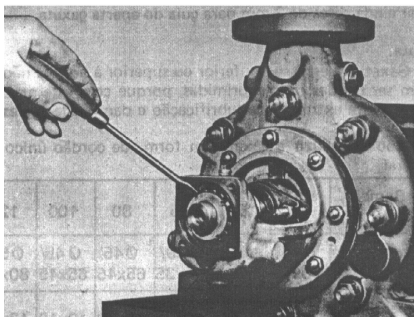

Fig. 2
- Soltar a lingüeta da chapa de segurança que trava a Bucha de Fixação do Rolamento, usando um pino ou a ponta de uma chave de fenda. (Vide fig. 2)